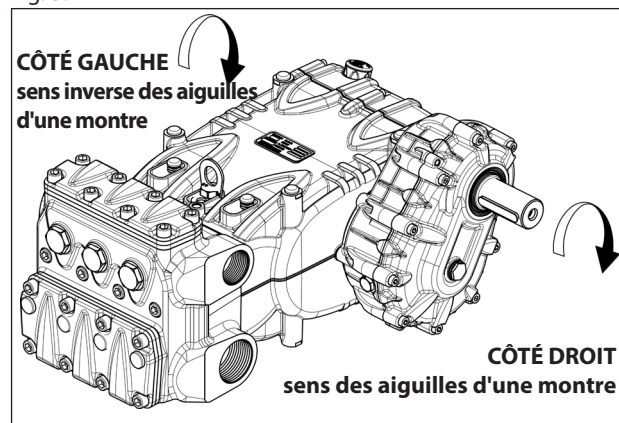

Fig. 5
En se plaçant face à la tête de la pompe, le sens de rotation de la prise de mouvement devra résulter comme le montre la Fig. 5.
N.B. La version représentée sur la Fig. 5 est celle de droite.